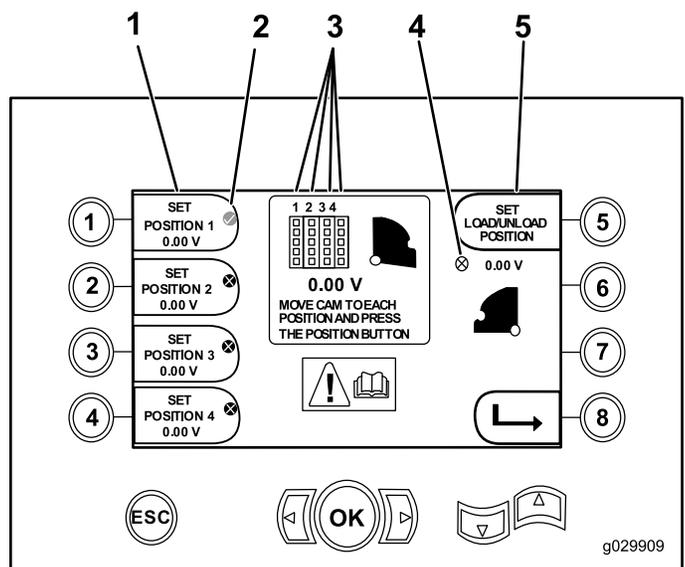

Figura 18
- Botão 1 – Ajustar na posição 1 (Figura 18)
- Botão 2 – Ajustar na posição 2 (Figura 18)
- Botão 3 – Ajustar na posição 3 (Figura 18)
- Botão 4 – Ajustar na posição 4 (Figura 18)
Para ajustar a posição de carga ou descarga, pressione o botão 5 (Figura 18).